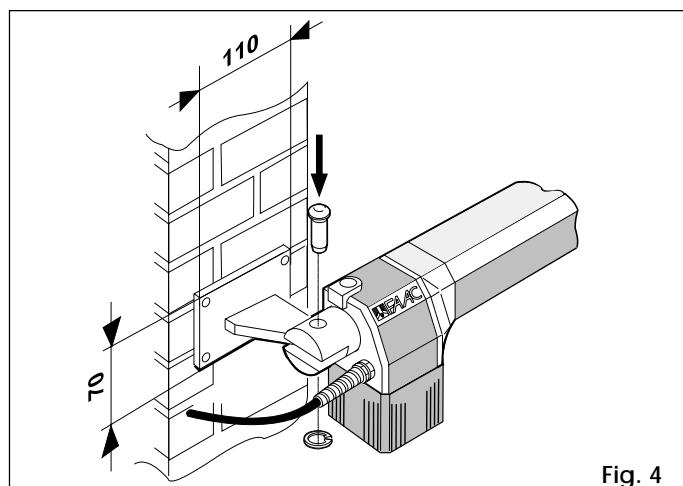

Fig. 4
Si la columna está hecha en mampostería, empotre primero una placa (fig. 4) y luego suelde en ella el elemento de fijación.
- 2) Fije el operador al elemento de fijación posterior, mediante los tornillos de la dotación (fig. 4).